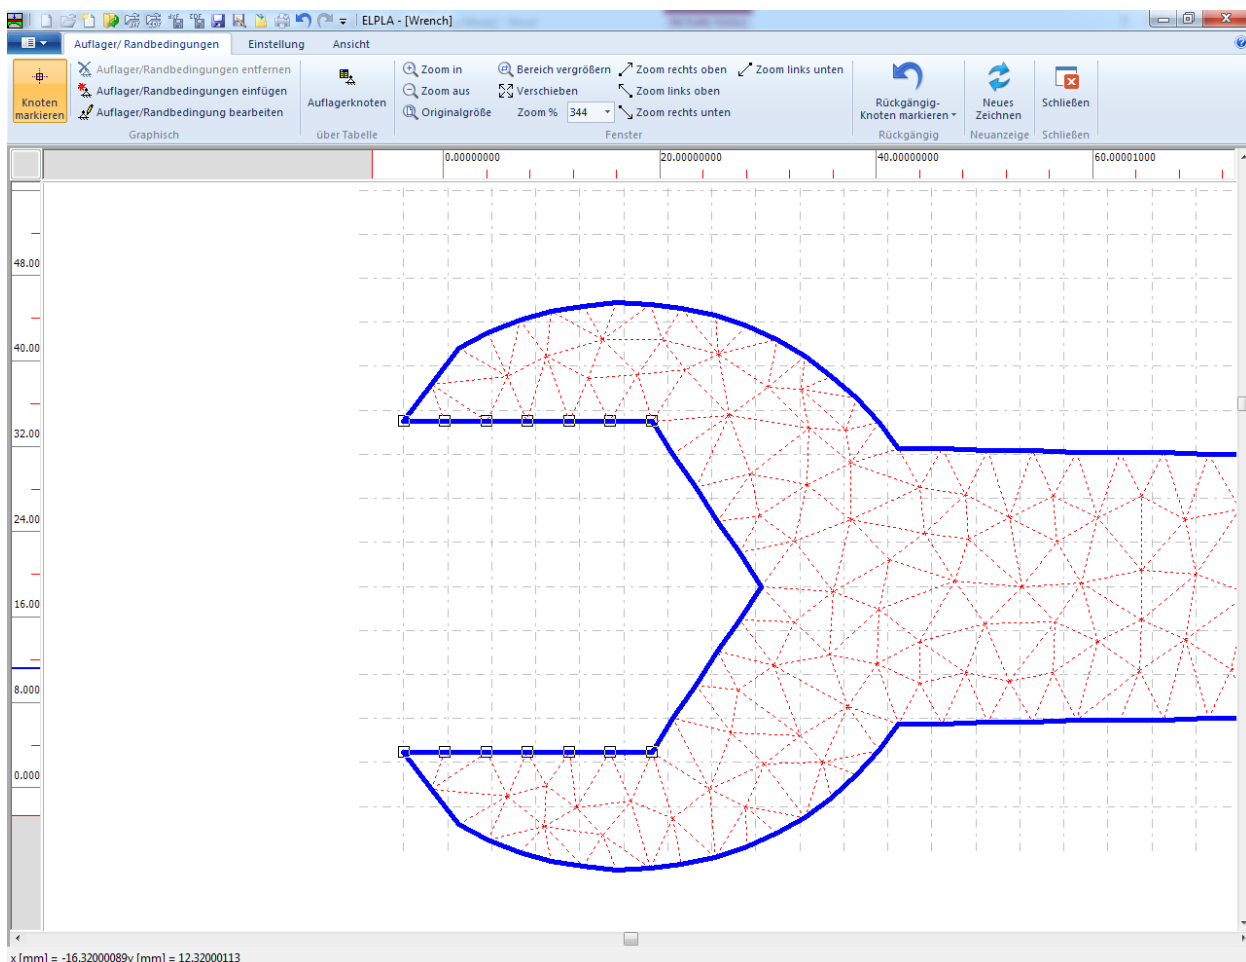

Bild 5.20 Markieren der Knoten mit Auflagern (kleine Rechtecke an den Ecken)
- Klicken Sie die linke Maustaste auf den gewünschten Knoten mit Auflager, wie Bild 5.20 gezeigt
- Nach dem Auswählen von Knoten der Auflager wählen Sie "Auflager/ Randbedingungen einfügen" aus dem Menü "graphisch" im Bild 5.20